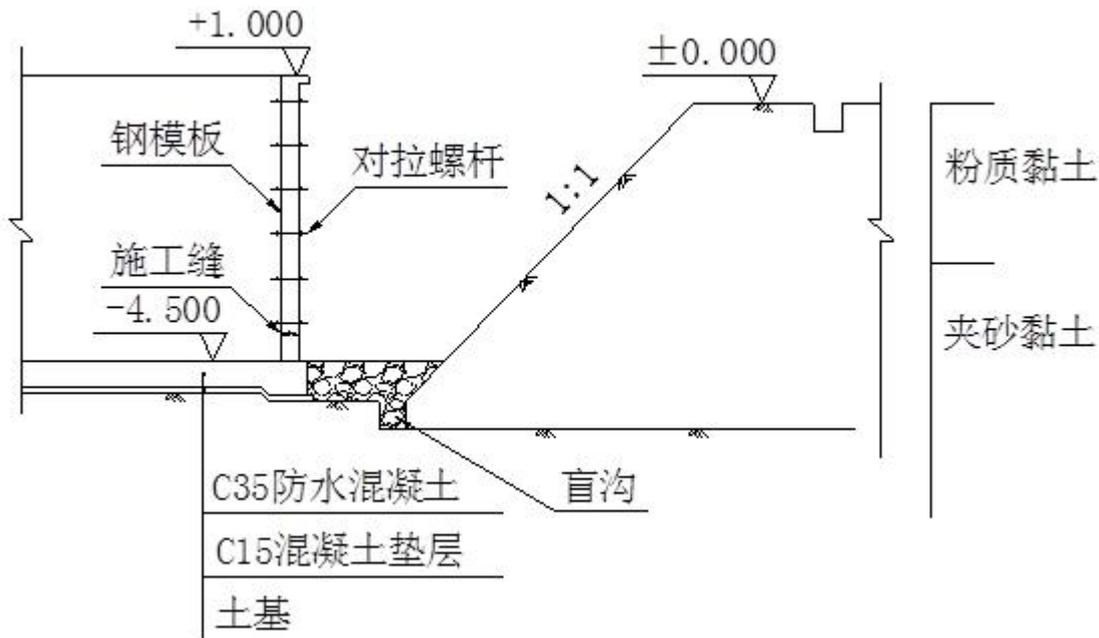

图 4 混凝沉淀池施工横断面示意图 (单位: m)
2. 根据图 4 - 2, 地下连续施工时, C、D、E 位置设置何种设施较为合理?
3. 找出图 4 中存在的应修改和补充之处。